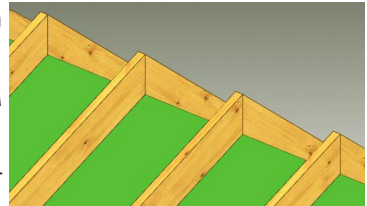

рис. 77
6. В результате ваших действий стропила будут соединены (рис. 77).